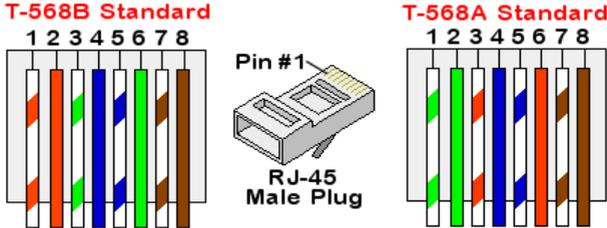

Figure 19: Câblage standard
- Insérer les huit fils dans le connecteur RJ45, comme décrit à la Figure 19.
- 4 Du côté du routeur/commutateur, utilisez un câble pré-serti ou utilisez une pince à sertir pour préparer le connecteur de communication RJ45 : insérez les huit fils dans le connecteur RJ45 dans le même ordre que dans la Figure 19.